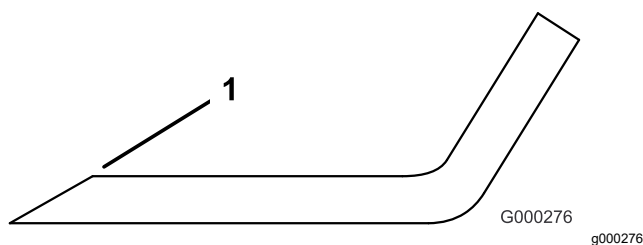

Figura 27
1. Affilate il tagliente da entrambe le estremità della lama (Figura 27).